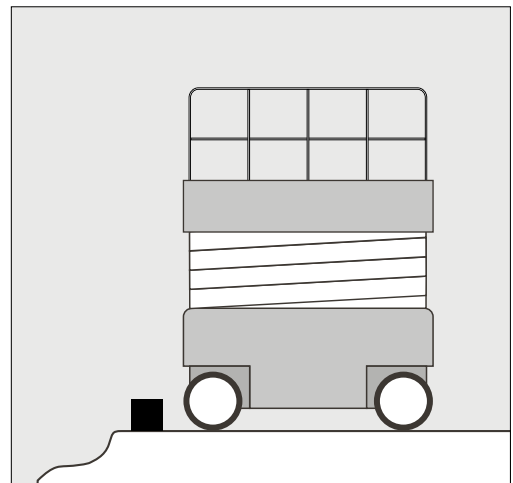

Bild 3: Absturzkanten sind mit einem stabilen Anfahrerschutz zu sichern.
9. Sind beim Einsatz von mobilen Hubarbeitsbühnen (Kategorie 3a und 3b) die **Absturzkanten** am Einsatzort gesichert? (Bild 3)  ja  nein